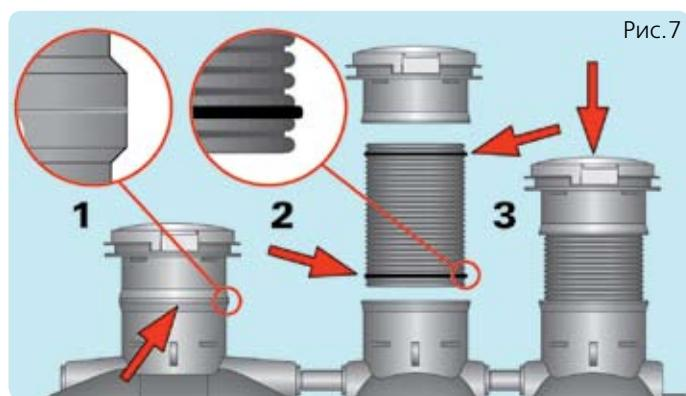

Рис.7
7. Удлинение горловин отстойников и распределительных колодцев. В системе предусмотрена возможность удлинения горловин отстойников и распределительных колодцев. Отрежьте горловину в отмеченном месте (обозначено словом «kapstalle»). Нарастите горловину удлинительным патрубком 400/355 мм с установкой на оба конца резиновых уплотнений. Вставьте патрубок в горловину и наденьте крышку до выступов. Крышки отстойника и распределительного колодца зафиксируйте «в замок» поворотом по направлению, указанному стрелкой. Рис. 7.